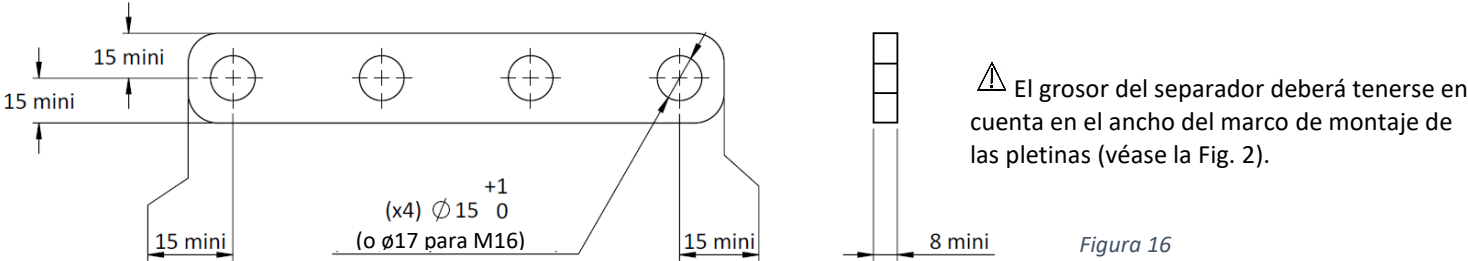

Figura 16
** Es posible evitar la realización de los 2 orificios de $\varnothing 26$ en cada larguero. Véase Figura 16.